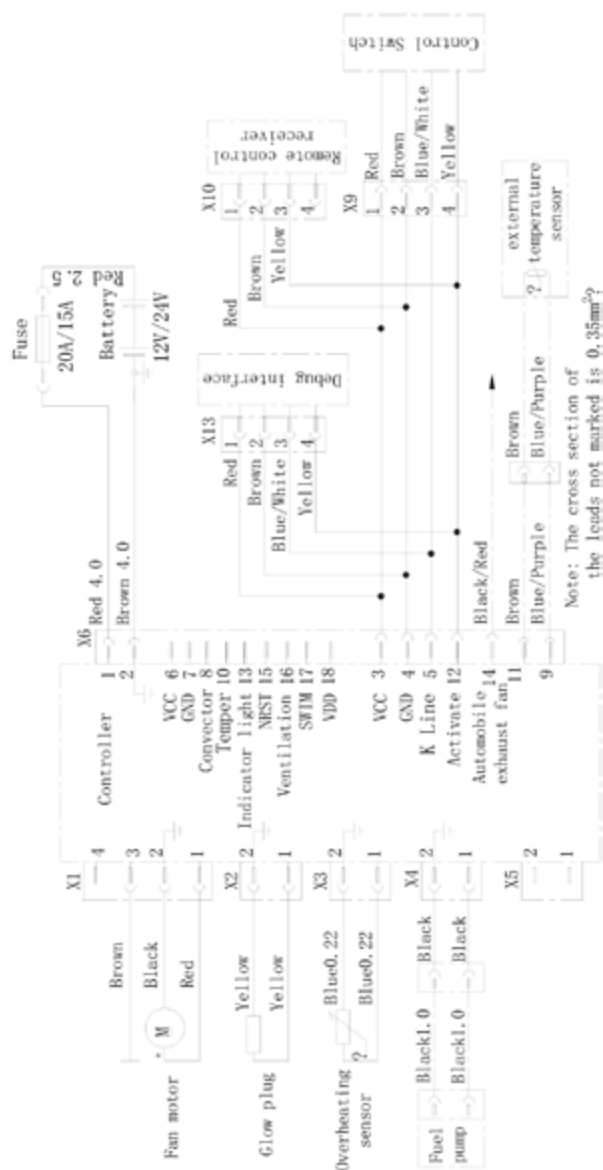

Fig. 41
- ☐ Die elektrischen Anschlußpläne für die Heizgeräte finden Sie in Fig. 41 S. 52 und Fig. 42 S.53